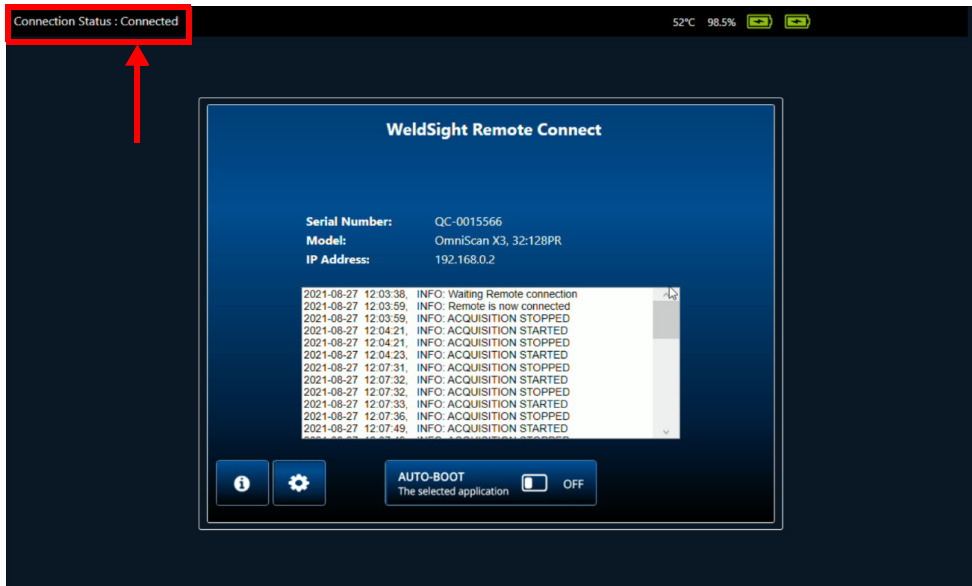

Abbildung 7-6 Verbindungsstatus – Connected (Verbunden)
7. Wenn alles richtig konfiguriert ist, sollte der Status in WeldSight Remote Connect von **Ready** zu **Connected** wechseln (Abbildung 7-6 auf Seite 81).